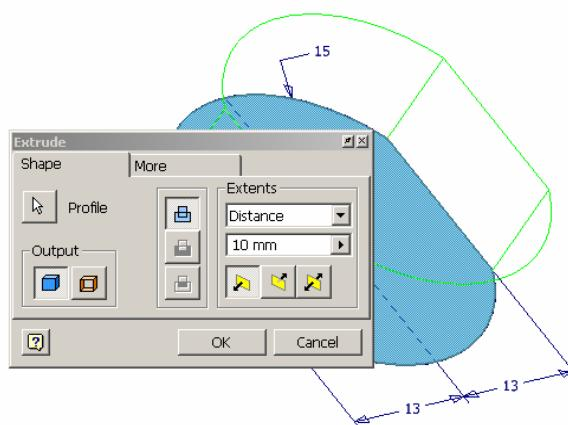

Figura 2.8.8.
- din lista **Extents** se selectează opțiunea **Distance** (extrudare pe distanță impusă), figura 2.8.8, iar în câmpul asociat se introduce valoarea extrudării **10**, conturul de extrudare fiind automat preselectat la lansarea comenzi, prin afișarea acestuia într-o culoare specifică selecției.